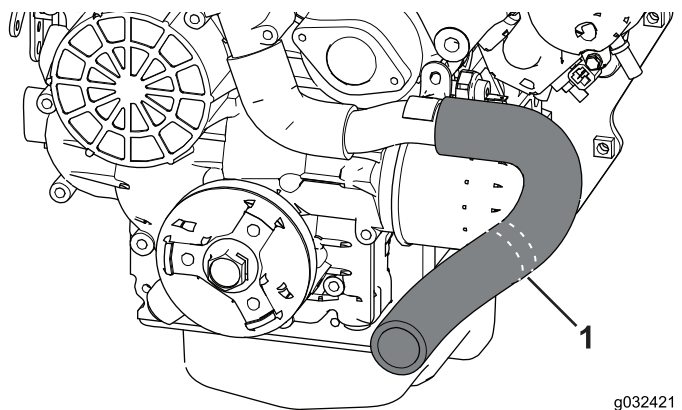

図 12
2. 切断線に沿ってラジエターホースを切断する 図 12。
1. ラジエターホースを外す 図 12。